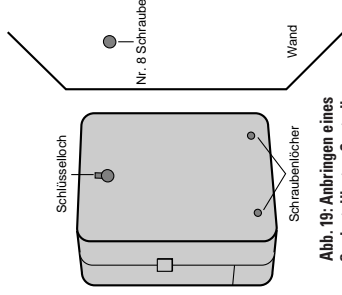

Abb. 19: Anbringen eines außeninstallierten Controllers
- Schieben Sie die schlüsselochartige Öffnung an der Rückseite des Controllers über die vorstehende Schraube. Schrauben Sie je eine Schraube der Größe 8 durch die beiden Öffnungen unten am Kasten in die Wand [siehe Abb. 19].